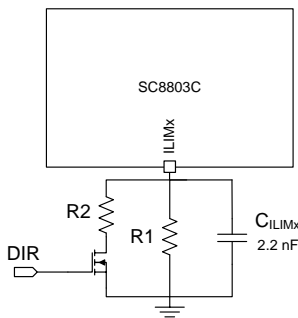

图 8 通过 DIR 信号调整限流值
- 2) 若实际应用要求充放电模式下限流值不同, 可参考图 8 的电路进行调整: